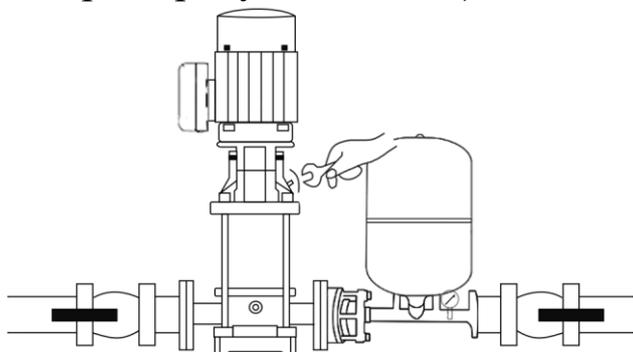

Рисунок 5
6. После завершения всех вышеописанных процедур закрутите клапан выпуска воздуха (смотрите рисунок 5 ниже).